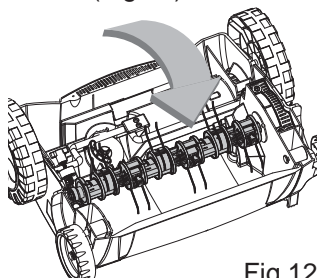

Fig.12
- > Enlevez le tambour du scarificateur et remplacez-le par le tambour du démousseur. (Fig.12)